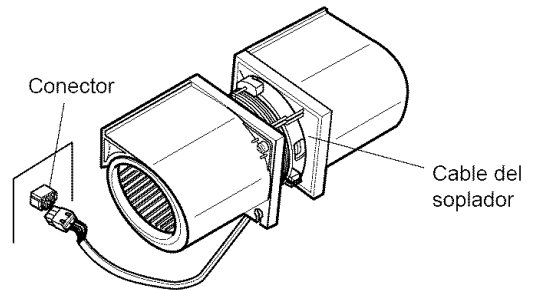

Figura 13
2. Cuidadosamente levante la unidad del soplador hacia afuera del horno de microonda. Desconecte el cable del soplador del conector. Vea la **Figura 13**.